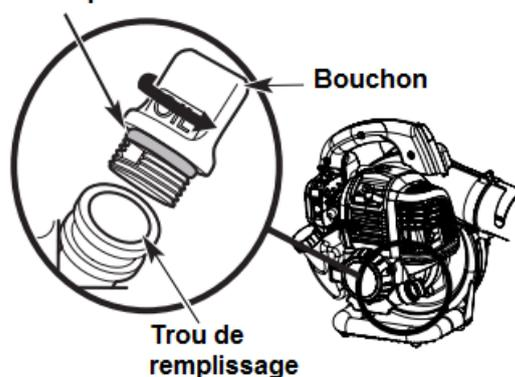

Fig. 4
b) Dévissez le bouchon de remplissage d'huile (Fig. 4).
c) Versez tout le réservoir d'huile dans l'orifice de remplissage d'huile (Fig. 4).
Remarque : Assurez-vous que le joint torique est en place sur le bouchon de remplissage d'huile (Fig. 4).